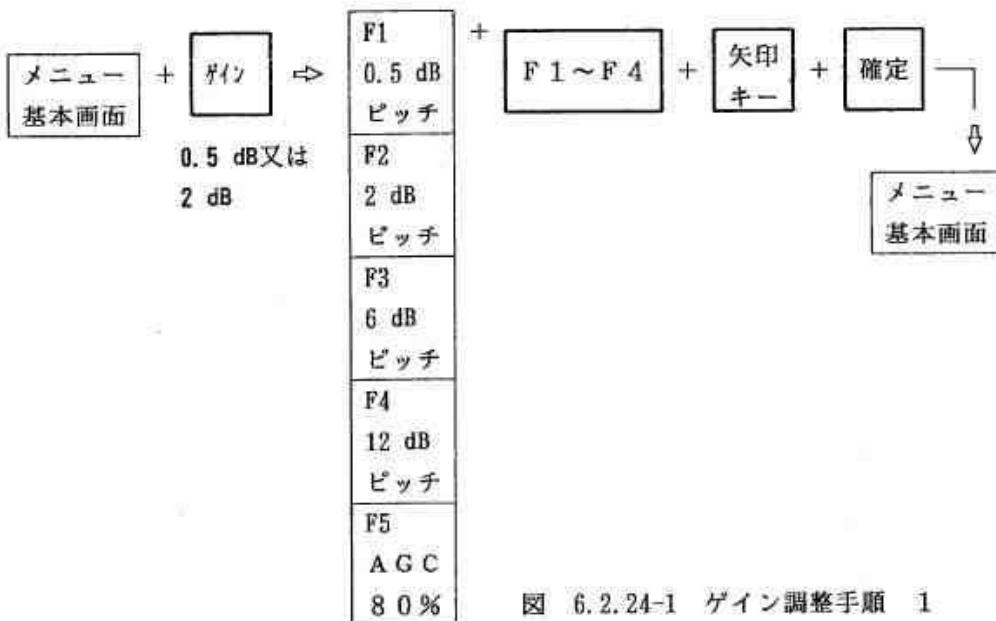

図 6.2.24-1 ゲイン調整手順 1
- ① ゲインを調整する場合は、機能キー [0.5 dB 又は 2 dB]（以下、ゲインキーと言います）を 1 回押します。この操作によって、図 6.2.24-1 に示したように、メニューエリアは、メニュー基本画面から図 6.2.4.-1 の選択メニュー画面に変わります。この場合、0.5 dB キーを押したときは、メニュー画面内のカーソルは [0.5 dB] に、2 dB キーを押したときは、メニューエリア内のカーソルは [2 dB] に自動的に設定されます。
- ② 所定のゲイン値を選択キー [F1 ~ F5] のいずれか一つのキーを 1 回押して選択します。
- ③ 設定したゲイン値を微調整しない場合は、確定キーを 1 回押します。設定したゲイン値が確定され、メニュー画面は、メニュー基本画面に戻ります。
- ④ さらに、設定したゲイン値を微調整したいときは、矢印キーで探傷图形中のエコー高さ（又はパルス高さ）を観測しながら、又は探傷条件表示エリアに表示される数値を見ながら調整します。